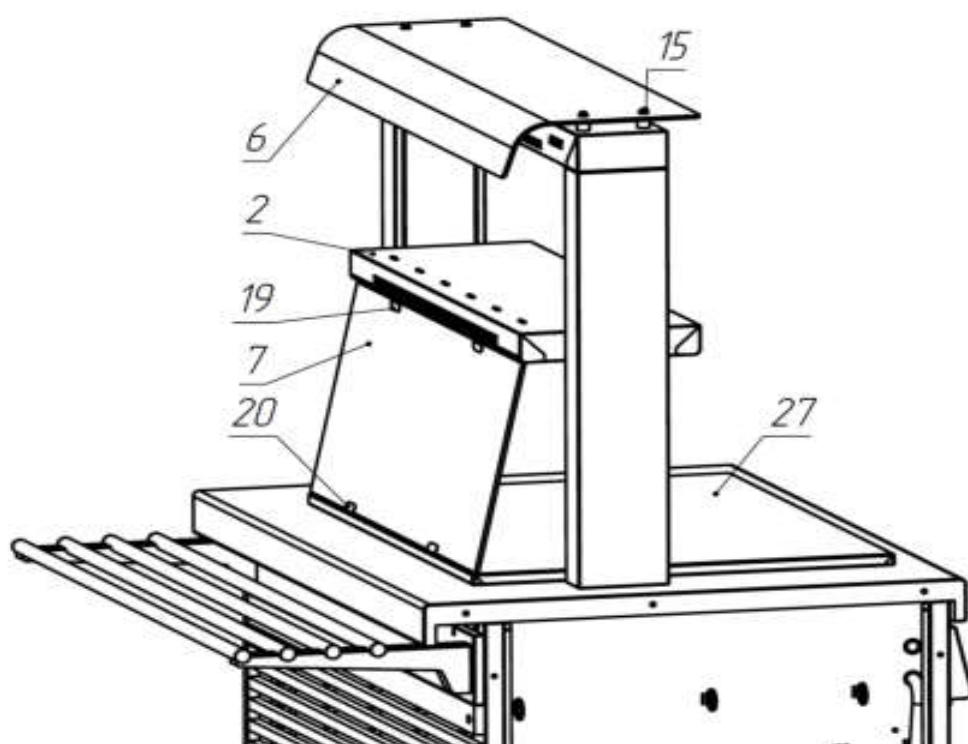

Рис. 4.2
- Пропустить жгут (провод) через отв. в столешнице, установить полку на столешницу и закрепить её крепёжными элементами поз. 10, 11, 12 (см. рис. 4.2, и таблицу **приложение 2**). Полку следует ориентировать так, чтобы тиснение надписи **ATESY** на ней было обращено в сторону направляющей (см. рис. 4.2);
- **Внимание!** Установка лобового стекла поз. 7 производится после установки полки на тумбу соответствующего модуля поз. 27. Для этого в отверстия нижней полки поз. 2 вставляются верхние держатели лобового стекла поз. 19 при помощи крепежных элементов поз. 21, 22, 23. В пазы на модуле поз. 27 устанавливаются нижние держатели лобового стекла поз. 20, в которые устанавливается лобовое стекло поз.7 (см. рис.4.2 и таблицу **приложения 2**).